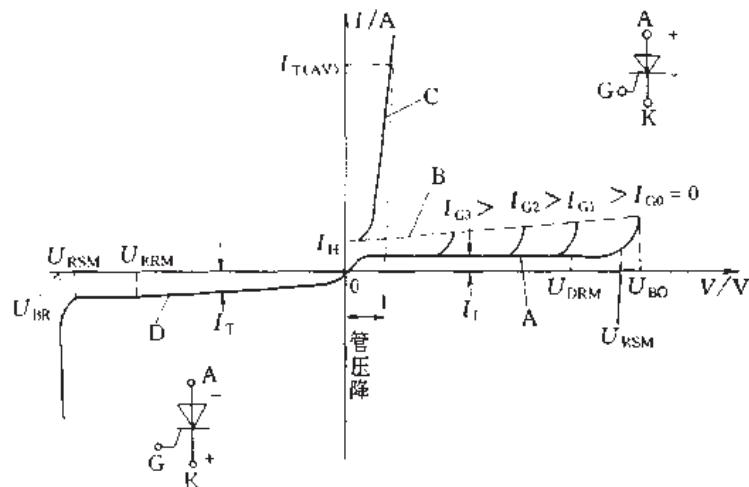

图 2.3.2 晶闸管基本伏安特性
晶闸管的基本伏安特性见图 2.3.2。
置，所以晶闸管只流过很小的正向漏电流  $I_f$ ，即特性曲线的 A 段。此时晶闸管阳极-阴极间呈现很大的电阻，处于“正向阻断状态”。当正向电压上升到转折电压（又称正向不重复峰值电压） $U_{BO}$ 时， $J_2$  结被击穿，漏电流突然增加，晶闸管由阻断状态突然转变为导通状态。在图 2.3.2 中由 A 段迅速跨过 B 段而转到 C 段。导通后的正向特性与二极管的特性相似，即通过晶闸管的电流较大而其本身的管压降很小，如图 2.3.2 中 C 段所示。
(2) 反向特性 晶闸管加反向电压时， $J_1$ 、 $J_3$  结于反向偏置， $J_2$  结于正偏置。晶闸管只流过很小的反向漏电流  $I_T$ ，如图 2.3.2 中的 D 段。此段特性与一般二极管的反向特性相似，晶闸管处于反向阻断状态。当反向电压增加到反向转折电压  $U_{BR}$  时，反向电流急剧增加，使晶闸管反向导通，并造成永久性损坏。
必须指出，在很大的正向或反向电压作用下使晶闸管击穿导通，实际上是绝对不允许的。通常应使晶闸管在正向阻断状态下，将正向触发电压（电流）加到控制极而使其导通。由图 2.3.2 可见，触发电流越大，正向转换电压  $U_{BO}$  越小。